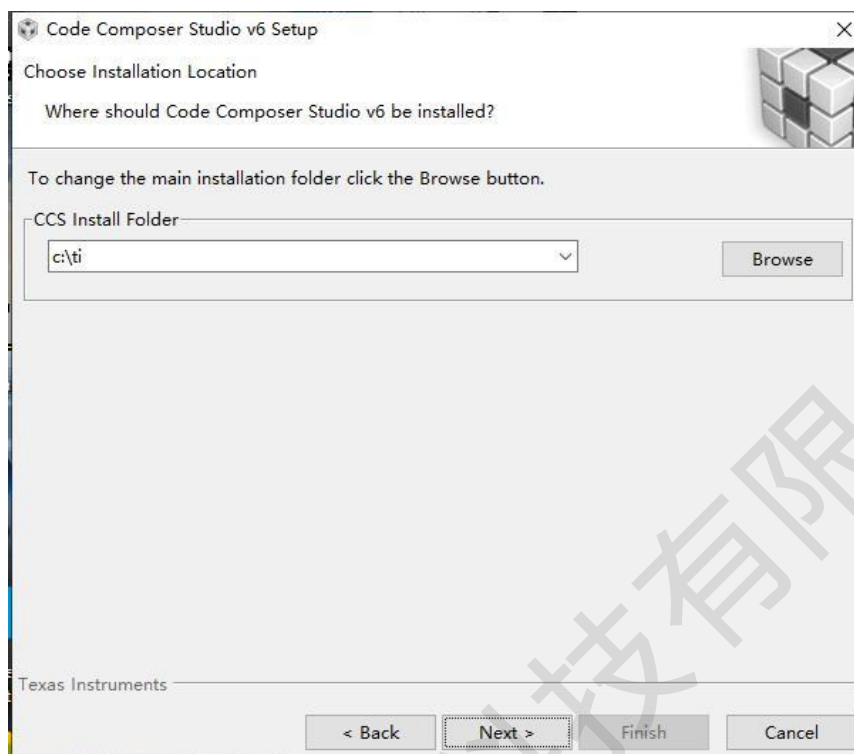

图 1-2
2、点击 “Browse” 可以自行选择安装路径 (**注意: 路径不可以有中文**), 点击 “Next” 见下图 1-2 所示: